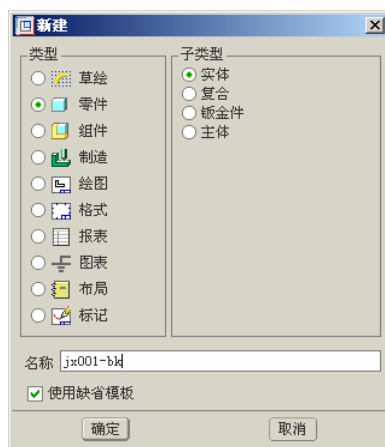
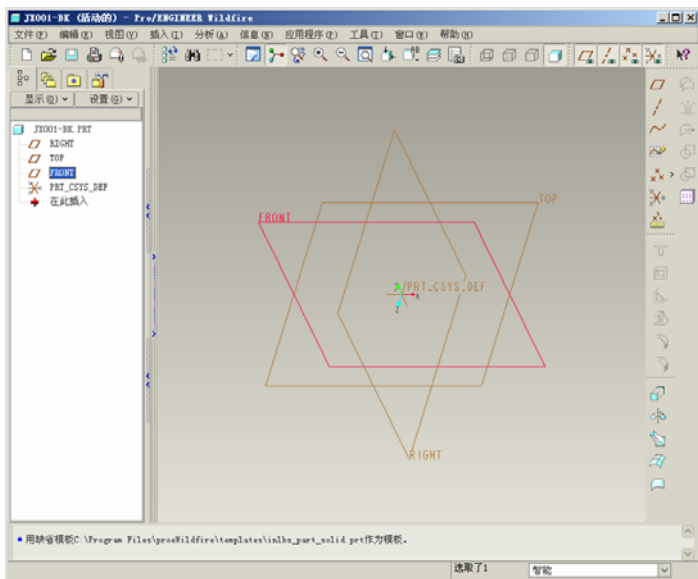

图 1-2 “新建”对话框
图 1-3 草绘环境界面
(2) 单击窗口上部工具栏中的“创建新对象”按钮  打开“新建”对话框（见图 1-2），在名称栏中输入“jx001-bk”作为文件名，保持其余默认设置不变，然后单击按钮  进入草绘环境界面（见图 1-3）。